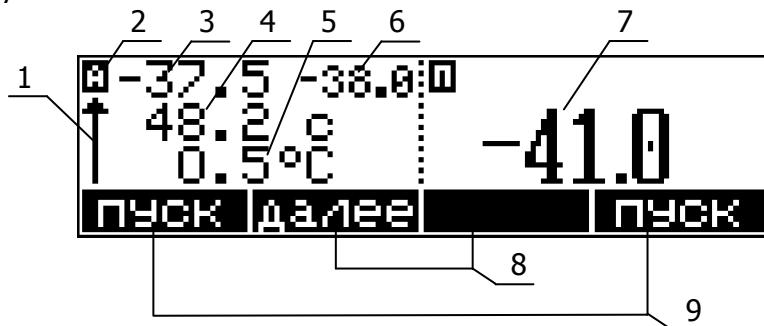

Рисунок 28 — Вид дисплея в режиме измерения
Ожидание нового цикла измерения (подхода температуры ячейки к очередной температурной точке). В полуавтоматическом и ручном режимах значение температурной точки (см. рис. 28) не отображается. Время заполнения и значение дельты — от предыдущего цикла измерения. Нажатие кнопки СТОП останавливает измерение. Нажатие кнопки ДАЛЕЕ выполняет принудительный переход к следующей фазе цикла — заполнение пипетки.
2.21.2 Для изменения значения температурной точки в работающем в автоматическом режиме канале(ах) выполнить (см. рисунок 28):